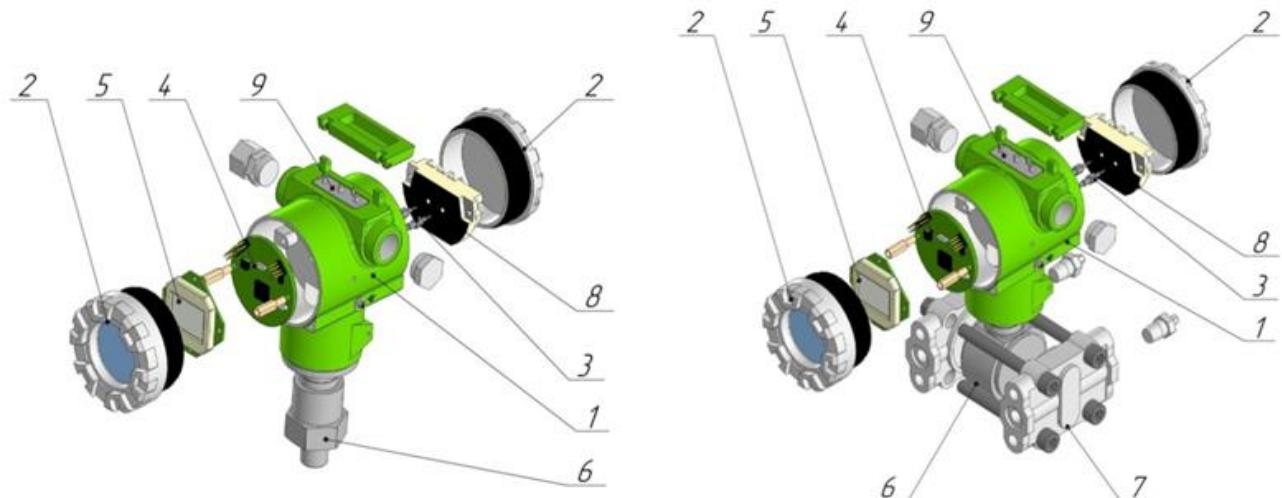

Рисунок 2 – Устройство датчиков давления
Датчик давления состоит из преобразователя давления и электронного блока (рисунок 2). Корпус электронного блока (1) крепится на резьбовой части преобразователя давления (6). В электронном блоке размещены: электронная плата (4), крышки с уплотнениями (2), модуль ЖКИ (5), RFI фильтры (3), клеммная колодка (8), кнопки настройки датчика (9).
1.3.6 Преобразователь давления (6) и фланцы (7) (рисунок 2) в стандартном исполнении изготавливаются из нержавеющей стали 316L, также доступно исполнение, выполненное из Хастелоя НС-276. Материалы деталей, контактирующие с измеряемой средой, указаны в ПРИЛОЖЕНИИ В.